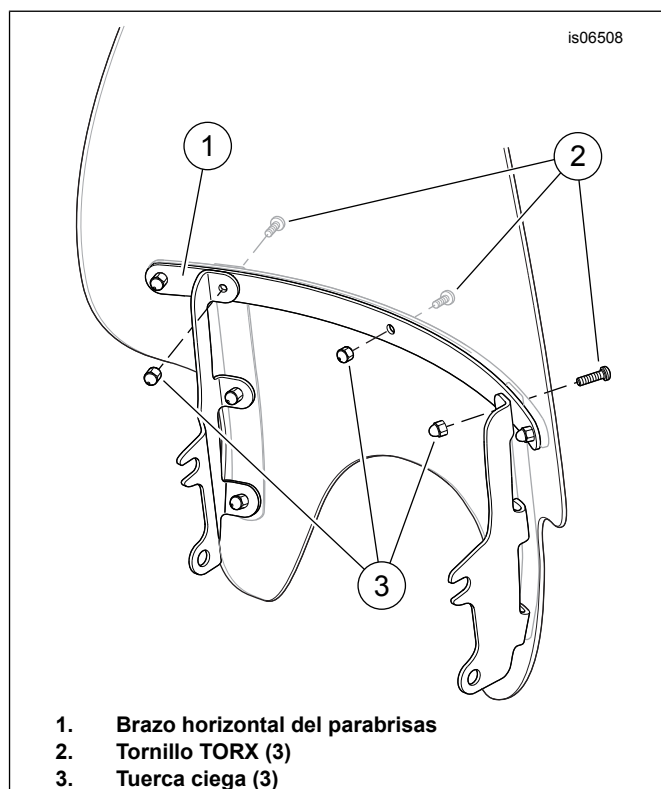

Figura 3. Extracción de los sujetadores superiores del parabrisas (típico)
2. Vea la Figura 3. Sujetando las tuercas ciegas (3) en la parte trasera, extraiga los tres tornillos TORX más internos (2) que sujetan el brazo horizontal del parabrisas (1). Guarde las tuercas ciegas para la instalación. Deseche los tornillos.